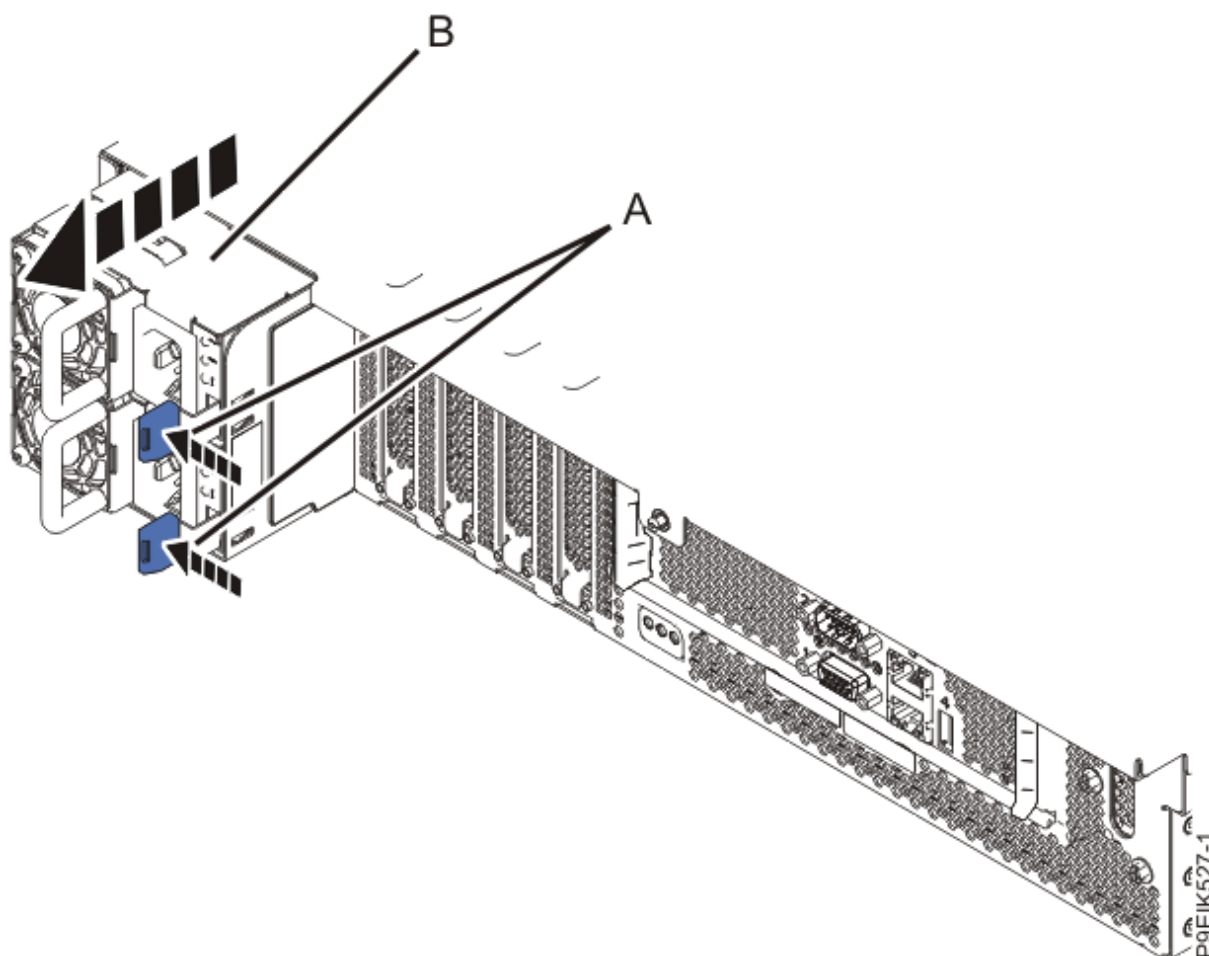

Figura 37. Extracción de las fuentes de alimentación del sistema
9. Quite las fuentes de alimentación del sistema, tal como se muestra en la Figura 37 en la página 77.